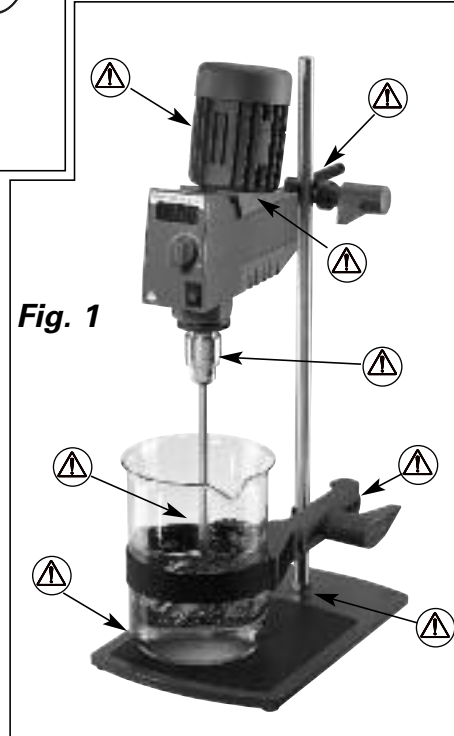

Fig. 1
- Beachten Sie die in Fig. 1 dargestellten Gefahrenstellen!